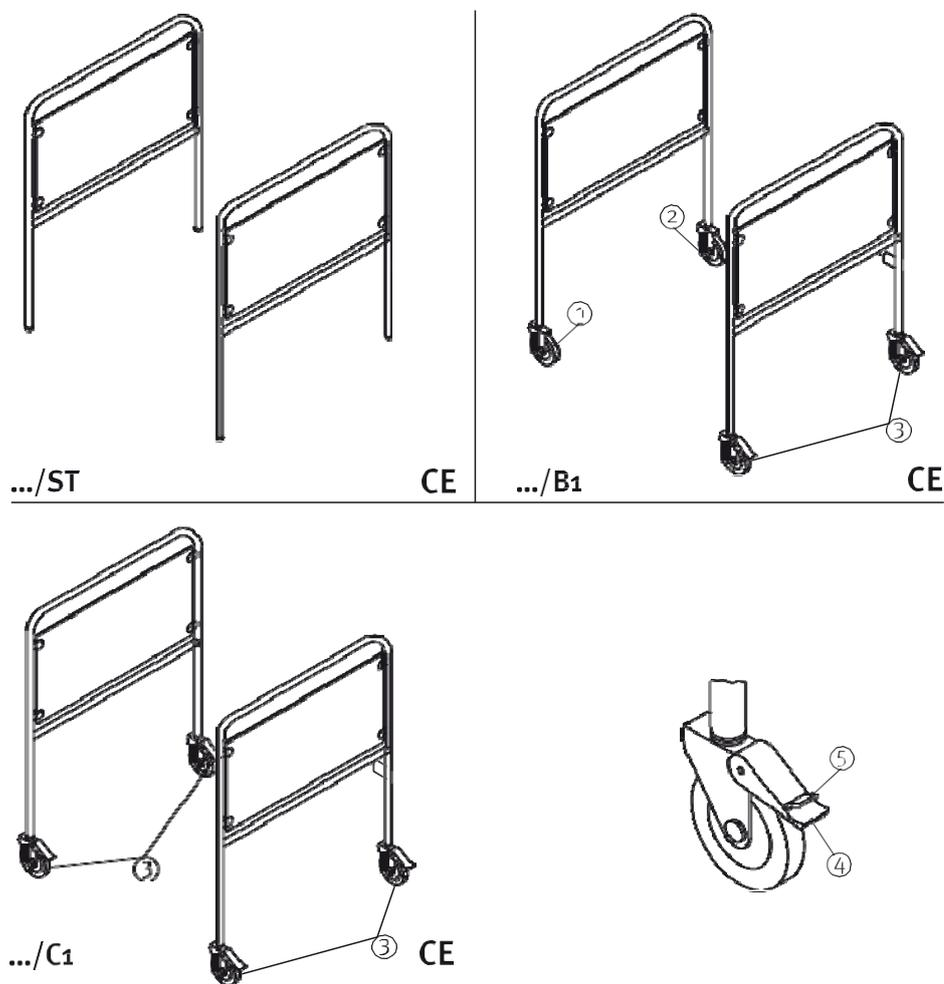

Fig. 10 Versioni gambe, ruote e sistemi frenanti
4.4.1 Sistema frenante mediante ruote con freno indipendente Art. .../B1 (Fig. 10)